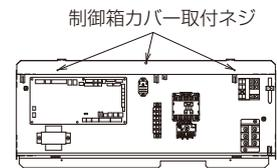

図9
(2) 電動機交換の場合は制御箱内の電磁開閉器を交換
- ①制御箱のカバーを取外してください。…図9
- ②制御箱内にある電磁開閉器を取外し、電動機に付属のものとの交換してください。